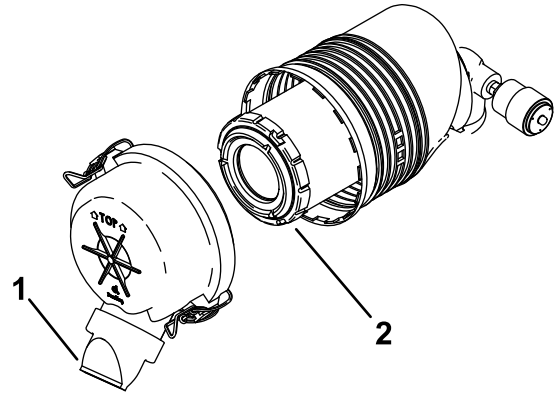

Bild 41
D. Setzen Sie die Luftfilterabdeckung auf (die Staubkappe sollte nach unten gerichtet sein, so wie in Bild 41 dargestellt) und befestigen Sie die Riegel.